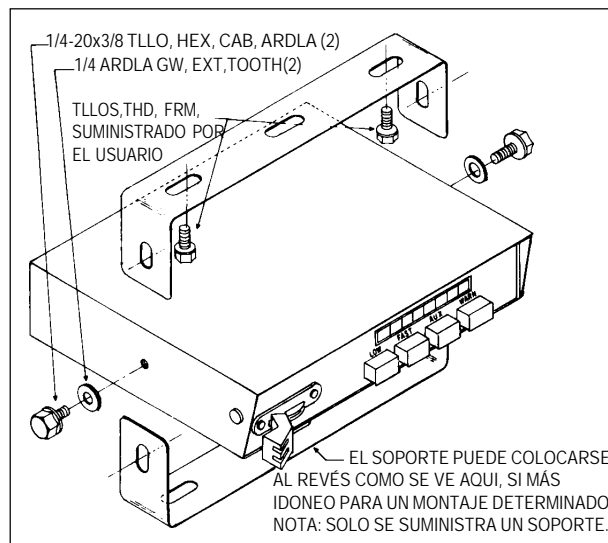

Figura 1
Vea figura 1. El soporte de montaje suministrado permite que la unidad de control sea montada en una variedad de posiciones. Para instalar la unidad de control, proceda como sigue:
6. Asegure el soporte de montaje a la unidad de control con los tornillos autorroscantes de 1/4-20"x3/8" con cabeza hexagonal y las arandelas Grower de 1/4" (vea figura 1).